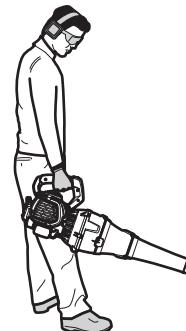

Fig. 10
- Párese en la posición de arranque (Fig. 10). Párese derecho. No se incline sobre el aparato.
- Sujete firmemente la manija con cualquiera de las manos (Fig. 10).